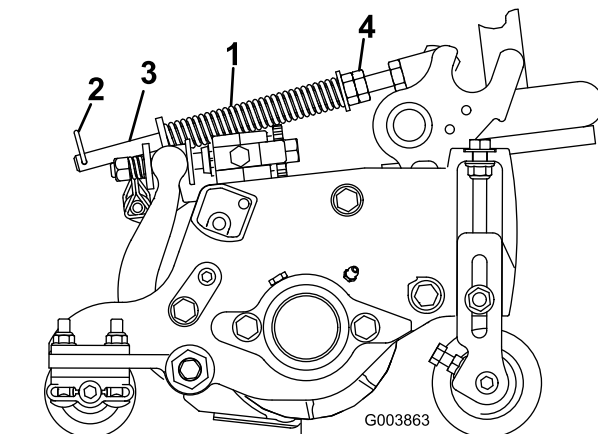

Figure 90
Le ressort de compensation transfère aussi le poids du rouleau avant au rouleau arrière (Figure 90). Cela évite la formation d'ondulations à la surface de la pelouse.
1. Vérifiez que la goupille fendue est insérée dans le trou de la tige de ressort (Figure 90).
2. Serrez les écrous hexagonaux sur l'extrémité avant de la tige de ressort jusqu'à ce que la longueur du ressort comprimé soit égale à 16 cm sur les unités de coupe de 18 cm (Figure 90).